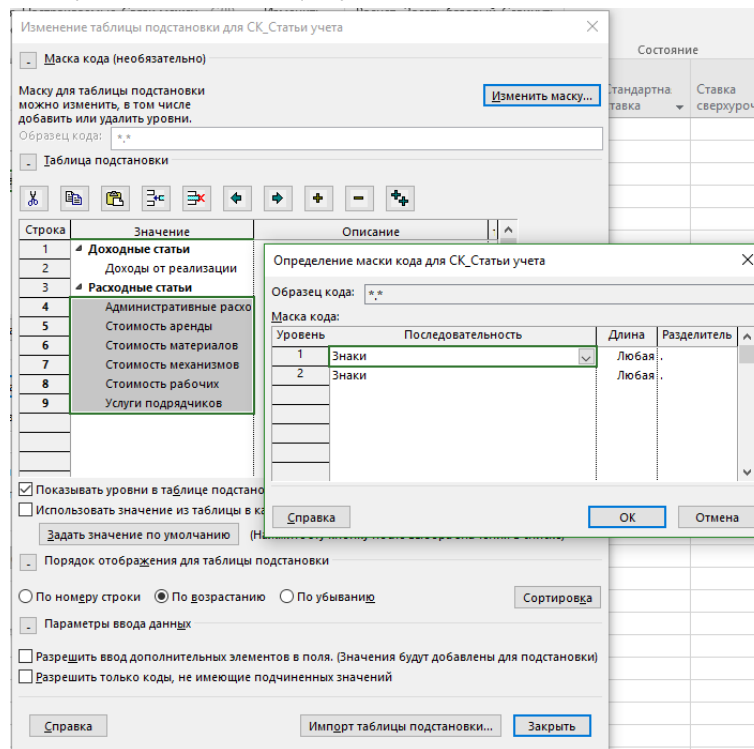

Рисунок 5.70 – Таблица подстановки с заданной маской кода
6. Задать маску кода, если структура будет многоуровневая. Если у вас многоуровневая структура подстановки, как, например, в нашем случае, красным полужирным шрифтом будут выделены все уровни вложенности и вы не сможете сохранить созданную таблицу подстановки (см. рисунок 5.70).